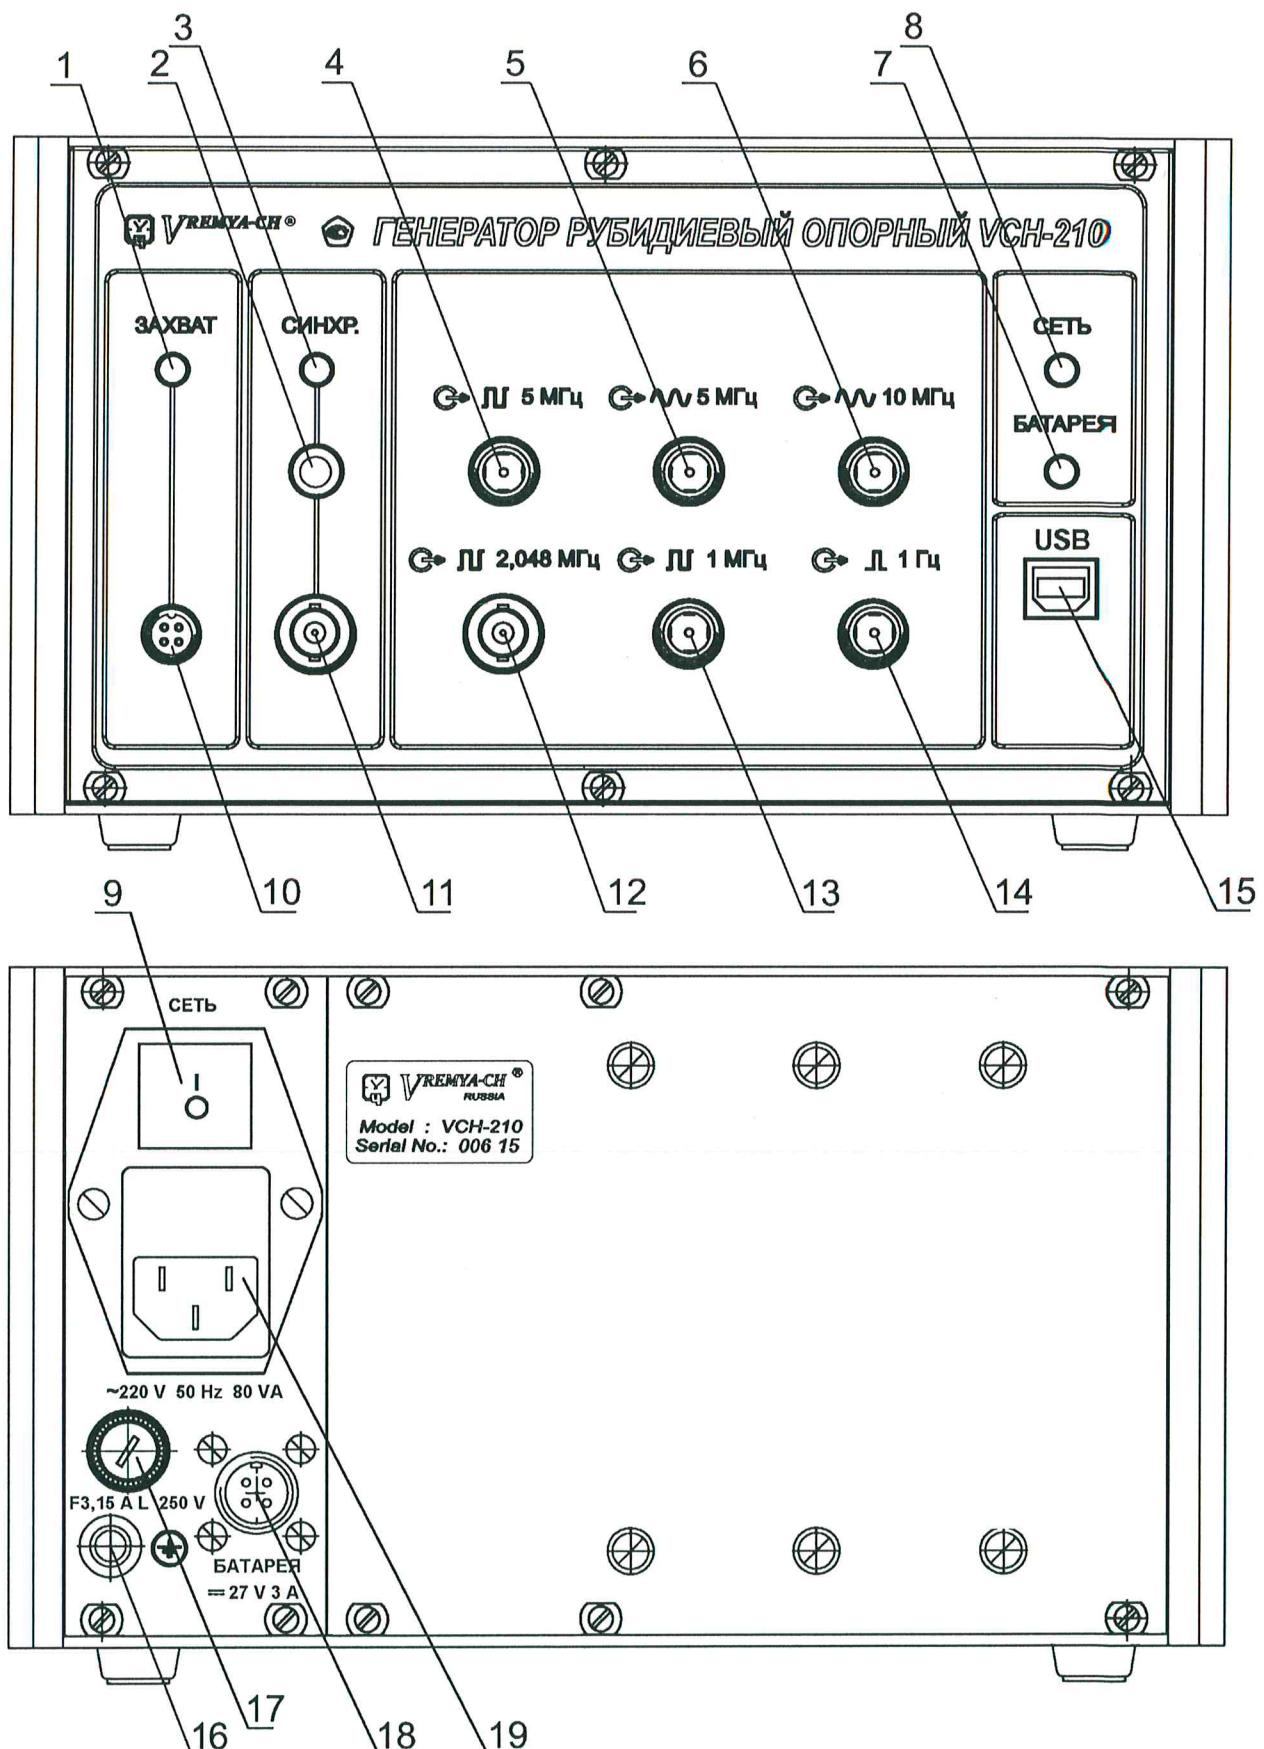

Рисунок 2 – Органы управления и подключения генератора рубидиевого опорного VCH-210
Органы управления и присоединительные разъемы расположены на передней и задней панелях прибора (рисунок 2)
4.2.2 Перед началом работы внимательно прочтайте настояще руководство по эксплуатации прибора, изучите расположение органов управления и подключения (рис.2) их назначение (табл.2). Исходное положение выключателя питания – «ВЫКЛЮЧЕНО» (« О »).